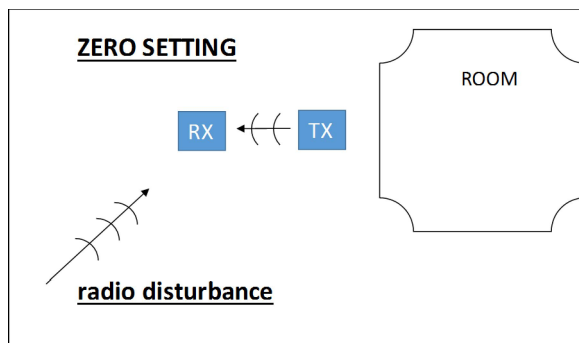
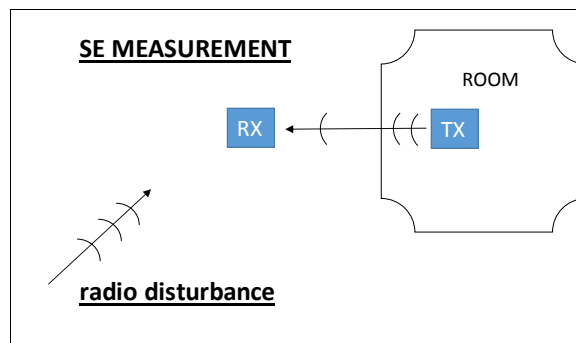

Figura 24: fase di zero
Figura 25: fase di misura
- RX è lasciato fuori della camera durante la misura (Figura 24 e Figura 25)